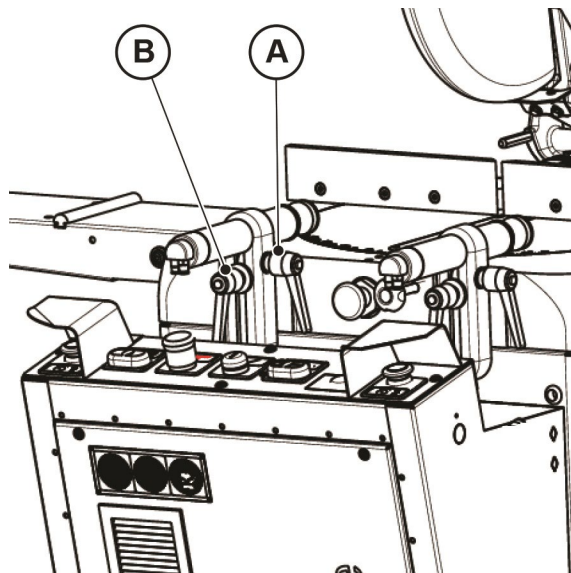

Fig. 07-05
- 1 desserrer la poignée débrayable “A” (Fig. 07-05) pour régler la distance du profilé.
- 2 Desserrer la poignée débrayable “B” (Fig. 07-05) pour régler le groupe étau aussi bien verticalement que latéralement.